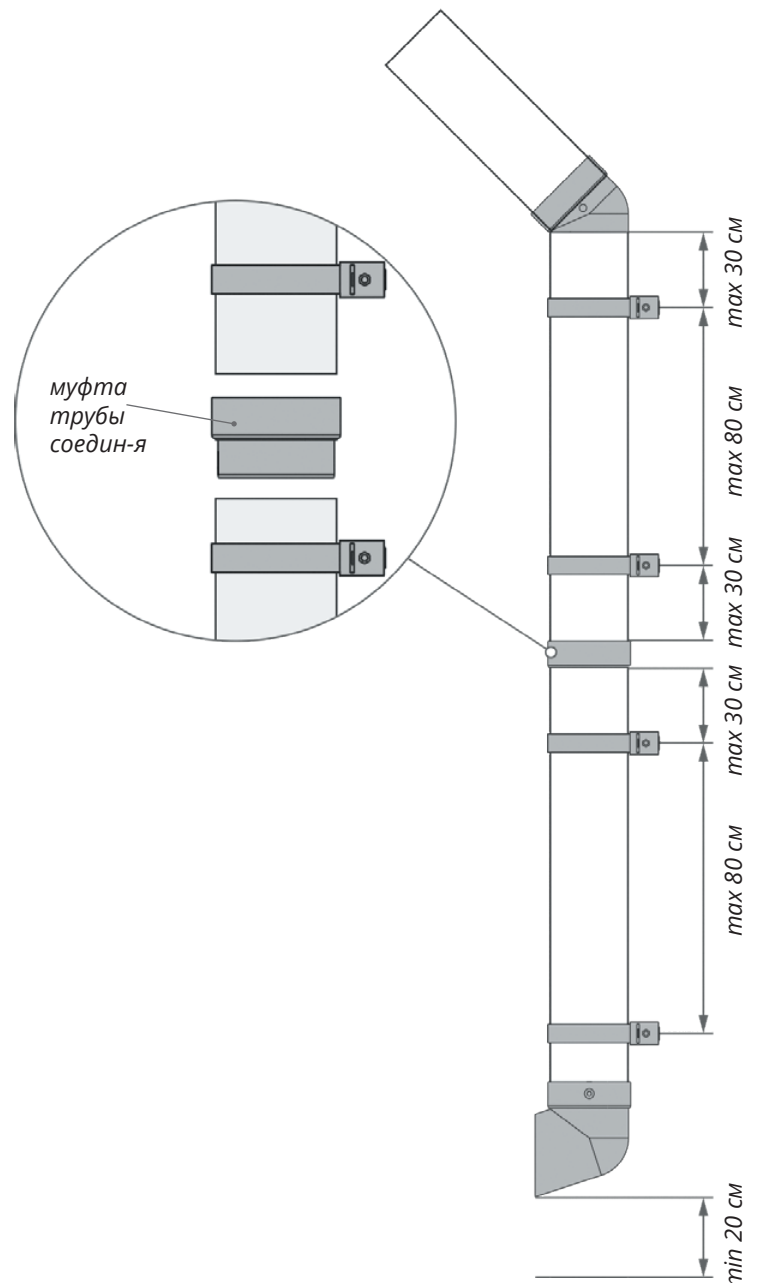

Рисунок 22
На одном отрезке трубы (рис. 22), должно быть смонтировано минимум два хомута. Расстояние между хомутами не должно превышать 80 см друг от друга. Расстояние между хомутом и фитингами трубы (колена 67°, 45°, соединительная муфта, сливное колено и т. д.) не должно превышать 30 см.
- Для соединения двух труб используйте соединительную муфту (рис.22).